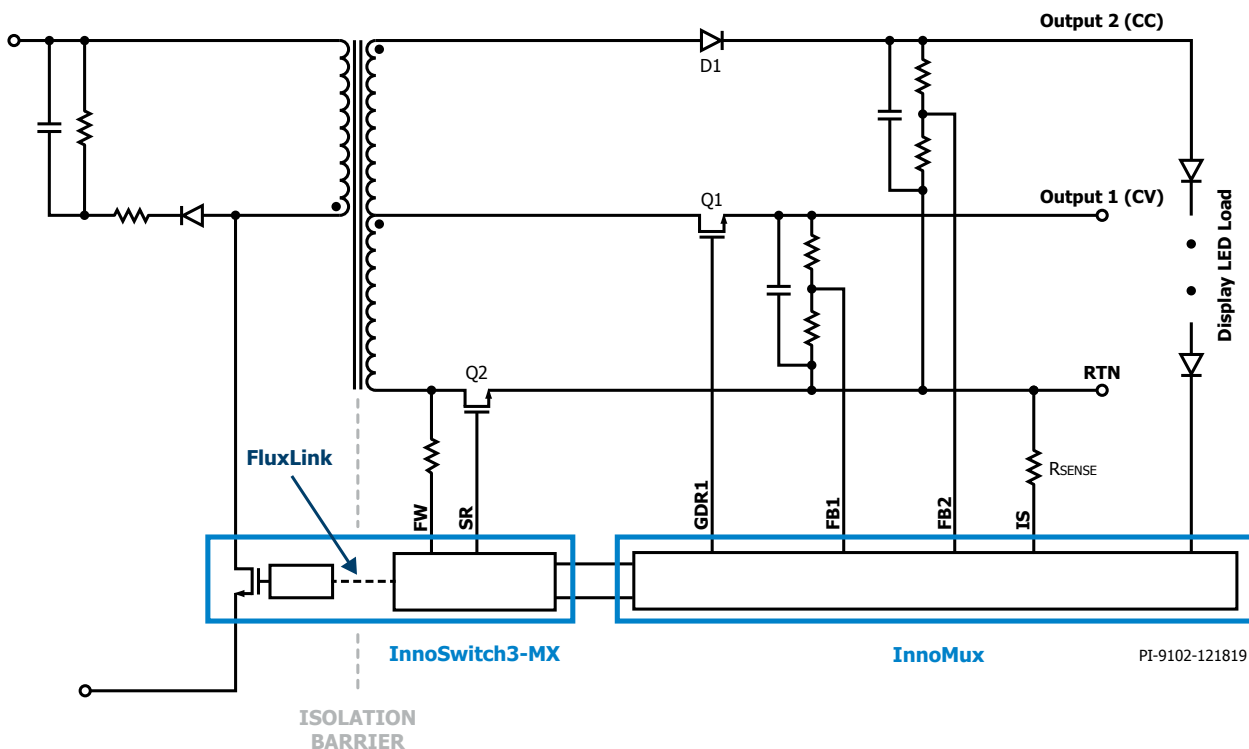

図3 InnoMux ベースシステムの概略回路図
「明らかなメリットがありますが、これはどのように実現されるのですか？そしてなぜ以前は実現されていなかったのでしょうか？」という質問を受けるかもしれません。この質問に対する答えとして、図 3 にあるシステム回路の簡略図を参照してください。説明を簡単にするために、2 つの出力のみ表示しています。InnoMux ファミリーには 3 つの出力を同時に制御できるデバイスが含まれていますが、これについては後ほど説明します。
そのような広帯域幅のデータ送信を可能にすることが、InnoMux 技術と機能を理解しやすくします。FB1、FB2 及び Is ピンに入力される出力フィードバック信号に基づいて、InnoMux 制御 IC は各出力を継続的に監視し、追加の電力出力が必要になると、FluxLink 通信リンクを使用して一次側コントローラにサイクルバイサイクルのエネルギー要求を行います。そのような要求は、各出力の負荷状態に基づいて決定されます。エネルギーが特定のサイクルで求められない場合、この要求は行われません。エネルギーが特定の出力で要求されると、InnoMux が判断するサイクルにおいてエネルギー要求が FluxLink を介して行われ、一次側スイッチング回路によってトランスにエネルギーが蓄えられます。InnoMux コントローラは負荷スイッチ (FET) (図 3 の Q2 など) を使用し、蓄えられたトランス エネルギーをそれが必要な出力にだけに導きます。ゲートドライバ出力 (GDR1) は独自のレベルシフト技術を使用して、n-チャンネル (より高価な p-チャンネルではなく) FET を負荷スイッチとして使用できるようにします。
回路保護と最適効率を維持しながらのこのように多重化エネルギーを供給する正確なタイミングは、FluxLink 通信チャンネルの非常に広い帯域幅によってのみ可能です。FluxLink で実現される正確なタイミングにより、同期整流 (SR) の使用も可能になり (図 3 の Q1)、出力整流器の電圧降下を減らすことにより、システム効率をさらに向上させることができます。
一見すると、図 3 の回路図は、まったく新しくない従来の多出力フライバック コンバータのように見えます。ただし、従来の多出力フライバックでは、出力電圧はトランスの巻数比によって互いに関連して固定されます。欠点として、出力間のクロス レギュレーションが低下することが挙げられます。この場合、一般的に、重負荷の出力は出力電圧が低下し、より軽負荷の出力は出力電圧が上昇したり、‘ピークチャージ’される傾向があります。そのようなクロス レギュレーションの課題により、システム設計者にとって、しばしば、DC-DC コンバータを使用するマルチステージコンバータ構成が唯一の解決策になります。
対照的に、図 3 のシステムでは ‘エネルギー多重化’ (これが InnoMux の名前の由来) の概念が採用されています。個々の出力への即時要求に応じた多重化エネルギー供給により、各出力が独立した正確なレギュレーションを実現します。さらに、この機能により、一部の非常に独特な電源特性を実現できます。例えば、定出力電圧 (図 3 の CV 出力 1) を提供するように制御できるものもあれば、LED ディスプレイ照明またはバッテリー充電を制御する場合など、定出力電流 (図 3 の CC 出力 2) を提供するように制御できるものもあります。CC 出力は、定負荷電流を維持するためにその出力の電圧が負荷状態に応じて変化するようにする必要がありますが、CV 出力では、出力電圧は固定されていなければなりません。これはサイクルバイサイクルのエネルギー多重化によって実現します。これにより、CC 出力と独立したレギュレーションの 2:1 電圧調整や個々の出力電圧/電流の動的な調整も可能になります。これは、その他の出力のレギュレーションに影響を与えずに実現されます。例えば、ある出力の電圧がスタンバイ中に動的に変化する必要がある、またはピーク負荷状態を満たす必要がある場合、その出力のレギュレーションを設定する分割抵抗を変更するだけで実現できます。その他の出力へのエネルギー供給およびその他の出力のレギュレーションは影響を受けません。これらの例は全て、これまで、追加の DC-DC ポストレギュレーションが必要とされ、マルチコンバータが構成されていました。